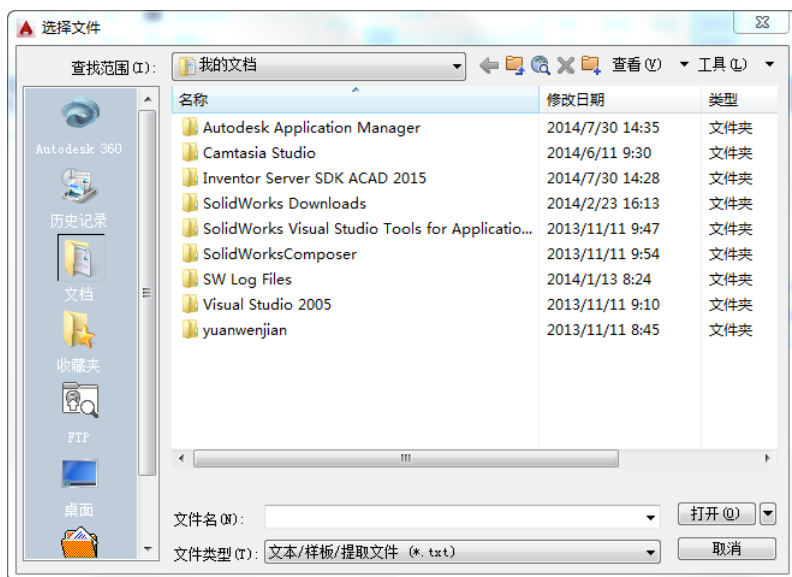

图 6-14 “选择文件”对话框
- 10) 输入文字：显示“选择文件”对话框，如图6-14所示。选择任意ASCII或RTF格式的文件。输入的文字保留原始字符格式和样式特性，但可以在多行文字编辑器中编辑和格式化输入的文字。选择要输入的文本文件后，可以替换选定的文字或全部文字，或在文字边界内将插入的文字附加到选定的文字中。输入文字的文件必须小于32KB。